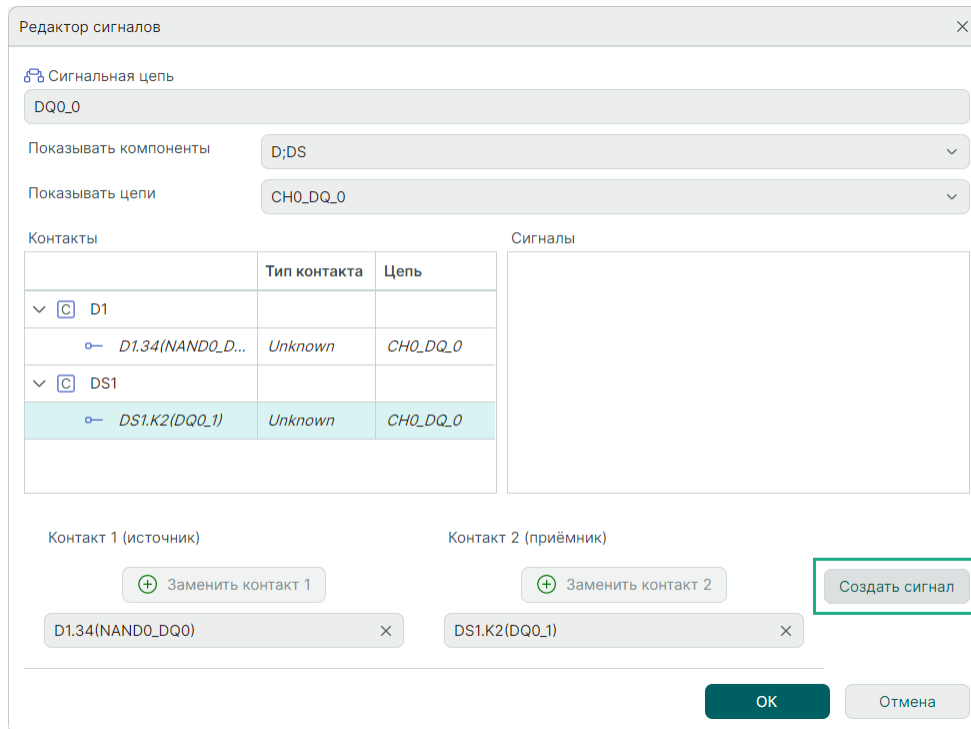

Рис. 142 Формирование пары источника и приемника сигнала
6. По завершении нажмите кнопку «Создать сигнал», см. Рис. 142.